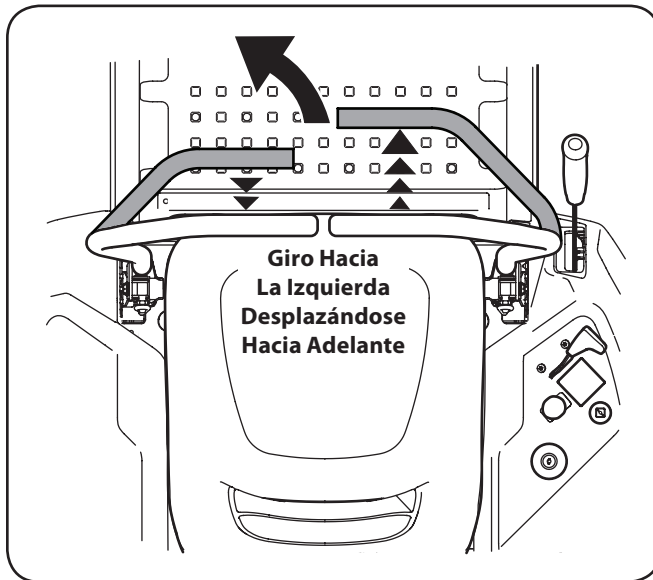

Figura 5-4
1. Para girar a la izquierda, mueva la palanca de control del lado izquierdo hacia atrás respecto de la palanca derecha. Vea la Figura 5-4.